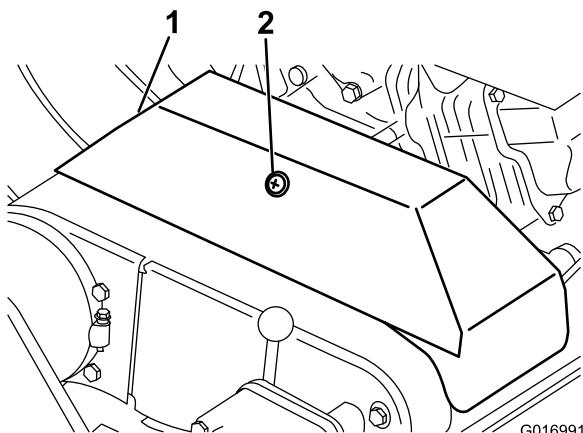

図 32
3. Vベルトカバーを固定しているリテーナをゆるめて、カバーを開ける（図 32）。